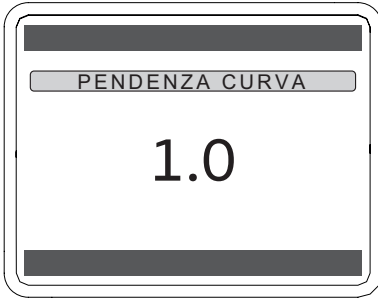

Figura 5.38
- Premere il tasto (✓) per confermare Figura 5.38.